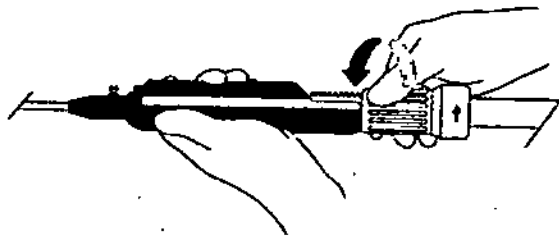

Figura 7. Hacer girar el botón giratorio gris en la dirección de la flecha para iniciar el despliegue de la endoprótesis.
- Sosteniendo la empuñadura fija negra de manera que la endoprótesis no se mueva, hacer girar el botón giratorio gris en la dirección de la flecha para iniciar el despliegue de la endoprótesis (Véase la figura 7). Observar como el extremo proximal de la endoprótesis empieza a expandirse y prestar atención a cualquier movimiento longitudinal o radial que pueda necesitar un ajuste.